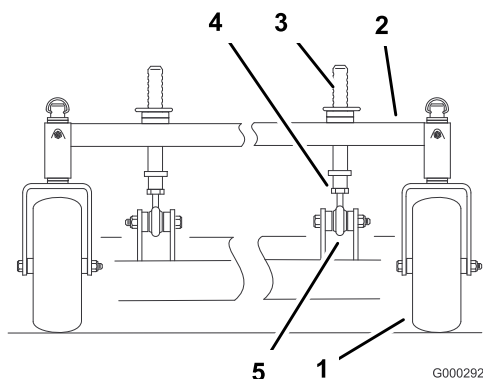

Figure 60
1. Vous pouvez régler les montants de hauteur de coupe avant pour modifier l'inclinaison avant/arrière (Figure 60).
2. Pour élever l'avant du plateau de coupe, desserrez le contre-écrou et tournez la goupille avant dans le sens horaire (Figure 60).
3. Pour abaisser l'avant du plateau de coupe, desserrez le contre-écrou et tournez la goupille avant dans le sens anti-horaire (Figure 60).
6. Resserrez les écrous de blocage (Figure 60).